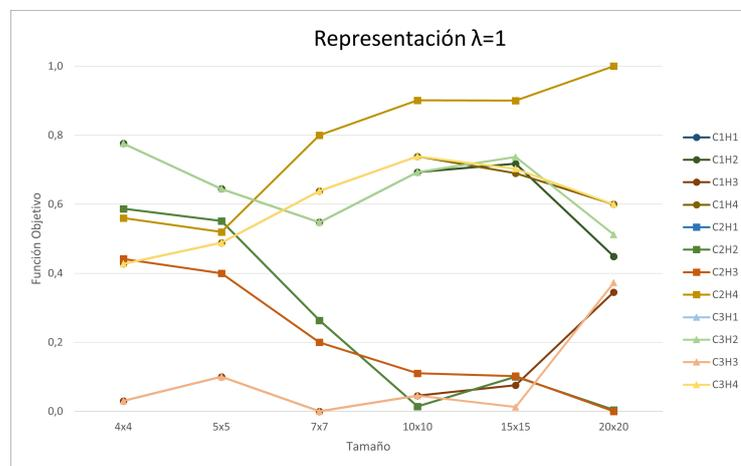

Figura 4.46 Representación RDI General $\lambda = 1$ (Elaboración propia).
- $\lambda = 1$ → Es el caso en el que únicamente se tiene en cuenta el valor del Core Idle Time, y tal y como se puede apreciar en la Figura 4.46, de forma general las mejores soluciones las proporcionan C1H3 o C3H3.